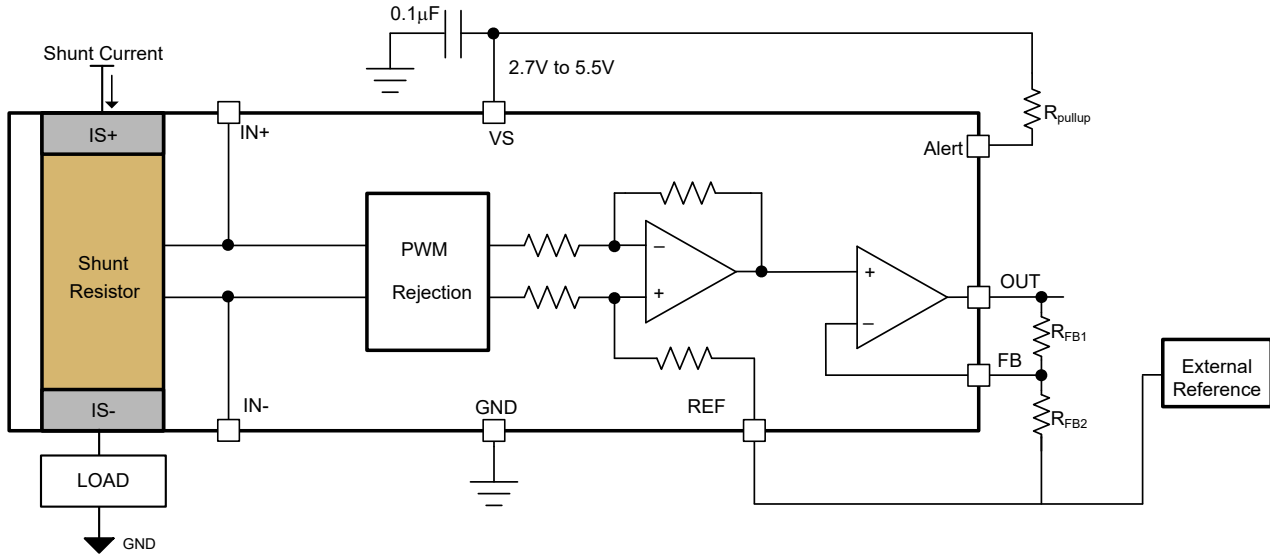

图 6-8. 通过外部电阻分压器实现的可调增益设置
INA790x 支持通过两个外部电阻网络进行增益调整。默认增益为 20mV/A，借助增加的外部可调增益电阻器网络，总增益 (G) 最高可达 400mV/A。图 6-8 显示了配置用于增加外部增益的两个外部电阻器 R_{FB1} 和 R_{FB2} 。方程式 2 可用于计算外部可调增益，方程式 3 显示了具有外部可调增益的系统的总增益。REF 引脚和电阻 R_{FB2} 的一端根据 OUT 引脚上所需的电压连接到外部基准，如使用基准引脚调整输出中所述。